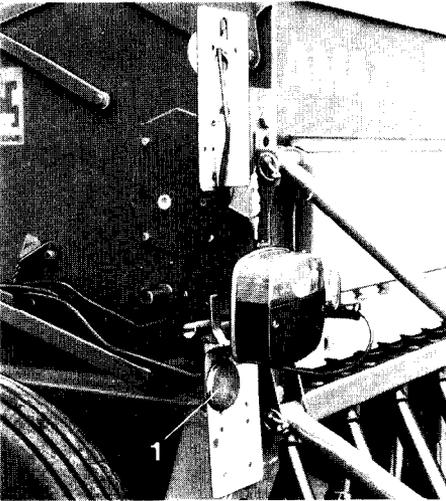

Fig. 38
- Die gesetzlich zugelassene Beleuchtung auf die seitlich befestigten Leuchenträger aufstecken (Fig. 38), und zwar oben in Fahrtrichtung und unten für die Beleuchtung nach hinten. Sämaschine nur so hoch anheben, daß der Abstand von der Fahrbahn zu den Rückstrahlern (Fig. 38/1, 39/1) 900 mm nicht überschreitet. Die Figur 39 zeigt die fest montierte Beleuchtung (Bestell-Nr. 30690), die auch auf dem Feld nicht abgenommen wird.